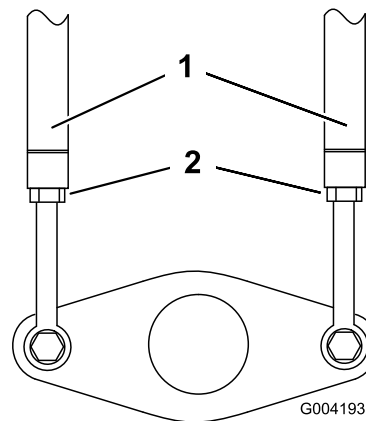

Figura 55
3. Afloje las contratuercas de las varillas de tracción, debajo del panel de control (Figura 55).